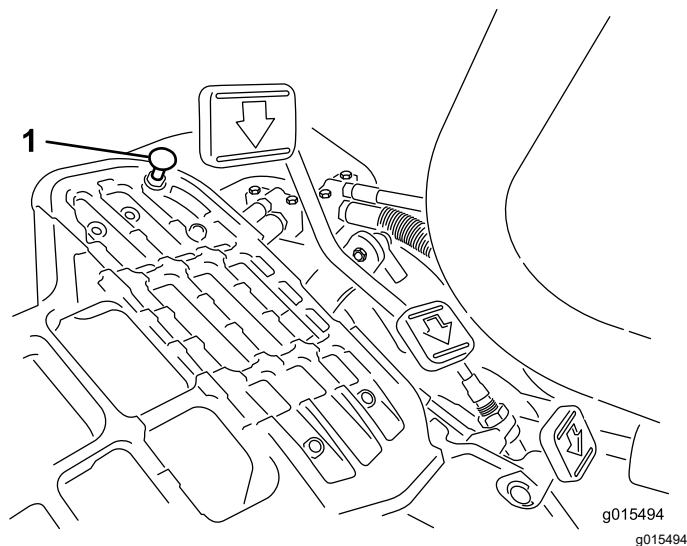

Figura 38
di TRASFERIMENTO e premete il pedale di trazione. Se il pedale tocca il fermo (Figura 38) prima che avviate la tensione sul cavo, effettuate la seguente procedura di regolazione:
1. Spostate la leva di comando delle funzioni in posizione di TRASFERIMENTO e allentate il dado di bloccaggio che fissa il fermo del pedale alla piastra di appoggio (Figura 38).